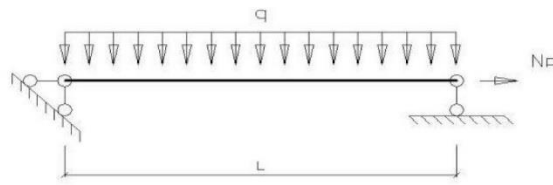

Рисунок 2. Расчетная схема балки
3.2 Проверить прочность брусчатого стержня пролетом L, сечением $b \times h$ (круглого диаметром d), без ослаблений. Брус изгибается в направлении большего размера сечения равномерной погонной нагрузкой q, (рисунок 2).